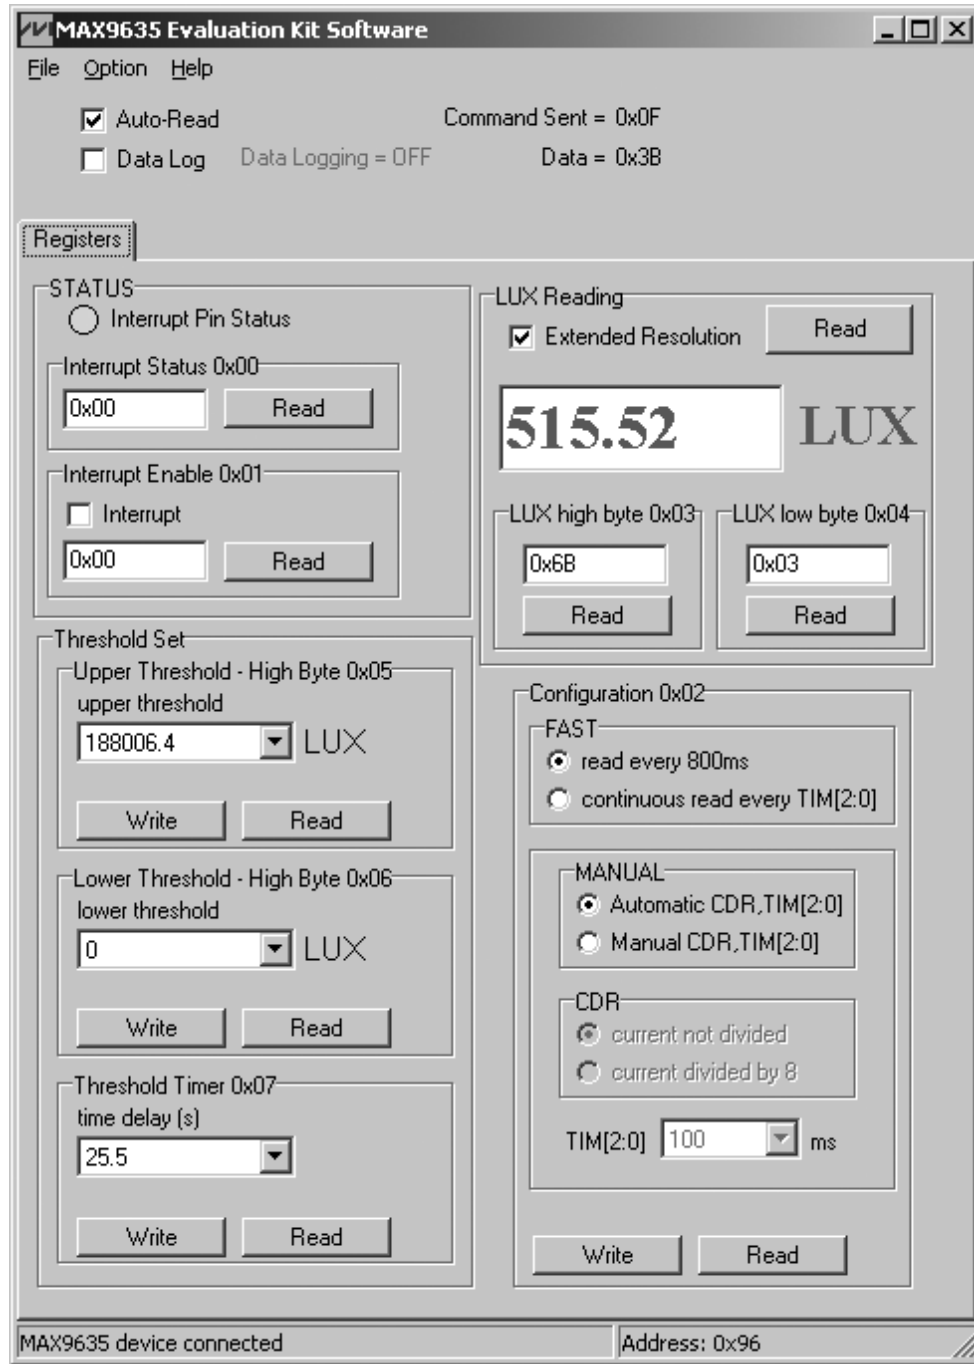
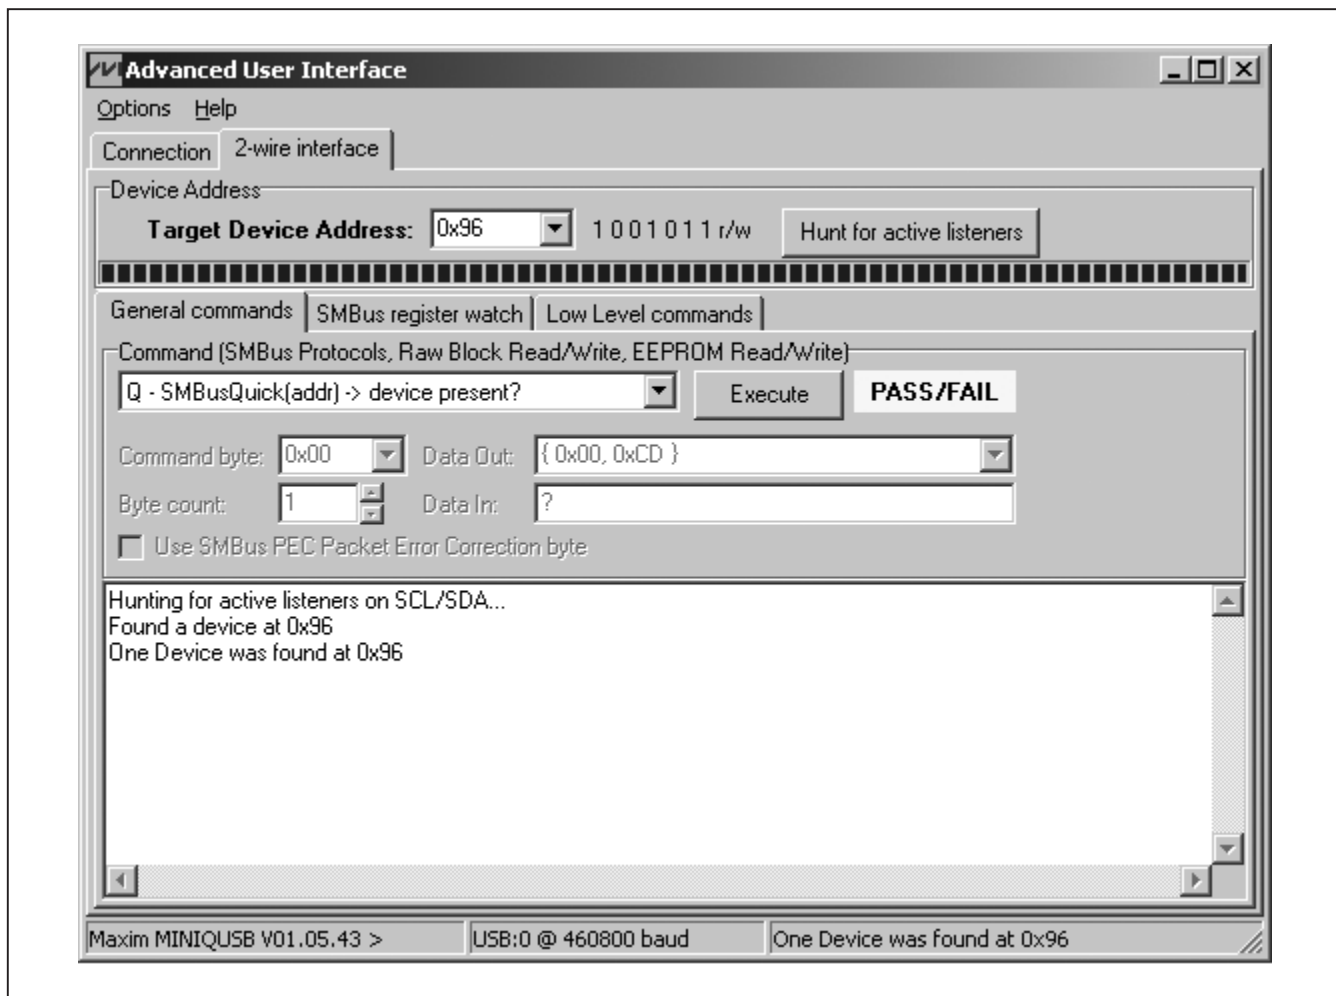

图1. MAX9635评估软件主窗口
图2. MAX9635接口诊断窗口
- 6) 点击**Start | Programs**菜单中的图标，启动评估软件。评估软件主窗口如图1所示。程序自动检测评估板并启动主程序。
MAX9635评估软件GUI (图1)为Windows程序，为控制MAX9635提供了方便的途径。评估软件准确读取器件的数字输出并显示环境光流明读数。软件可选择扩展流明测量的分辨率和动态范围。软件还可以设置流明上限和下限值、配置中断功能、以及配置其它器件模式。更多详细信息请参考MAX9635 IC数据资料中的**寄存器和位说明**部分。
有两种方法可与器件通信：通过评估软件主窗口(图1)或者通过接口窗口，可在菜单栏中选择**Options | Interface (Advanced Users)**调出该窗口。Maxim命令模块接口窗口(图2)包括**2-wire interface**标签页，能够执行常用的命令。